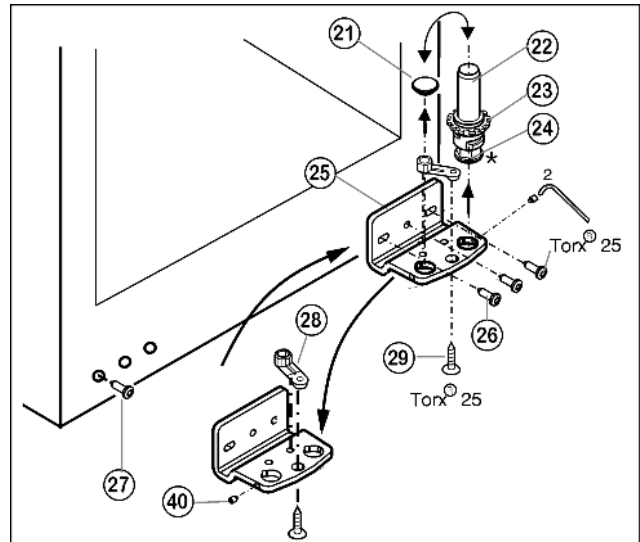

Fig. 5
- Отвинтите установочный винт Fig. 5 (40) приблизительно на один оборот прилагаемым торцевым ключом.
- Извлеките опорный винт Fig. 5 (22) в комплекте с шайбой Fig. 5 (23) и регулируемой опорой* Fig. 5 (24), вывинчивая его вверх.
- Снимите пробку Fig. 5 (21).
- Открутите Fig. 5 (26) опорный кронштейн Fig. 5 (25).
- Полностью выкрутите установочный винт Fig. 5 (40) и вкрутите на противоположной стороне на нижнем опорном кронштейне, чтобы он был заподлицо с этим кронштейном.
- Открутите Fig. 5 (29) опорную деталь Fig. 5 (28) и, переставив в отверстие на противоположной стороне опорного кронштейна, снова прикрутите.
- Переставьте пробку Fig. 5 (21) в свободное отверстие.
- Выкрутите болт Fig. 5 (27) и переставьте его на противоположную сторону.
- Снова прикрутите опорный кронштейн Fig. 5 (25) на новой стороне шарнира (с моментом 4 Нм). При необходимости используйте аккумуляторный шуруповёрт.
- Вновь установите опорный винт Fig. 5 (22) в комплекте с шайбой и регулируемой опорой*.
- Затяните установочный винт Fig. 5 (40).
- ▶ Установите дверцу сверху на нижний опорный палец Fig. 5 (22).
- ▶ При необходимости выровняйте дверцы через два продольных паза в нижнем опорном кронштейне Fig. 5 (25) параллельно корпусу устройства. Для этого выкрутите средний винт.